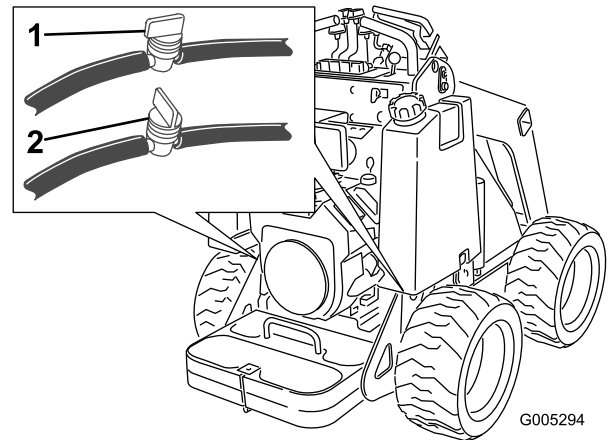

Рисунок 28
2. Закройте топливный клапан на днище каждого топливного бака (Рисунок 28).
3. Закройте топливные клапаны в шлангах около днищ топливных баков (Рисунок 28).
8. Откройте топливные клапаны в шлангах около днищ топливных баков, как показано на Рисунок 28.